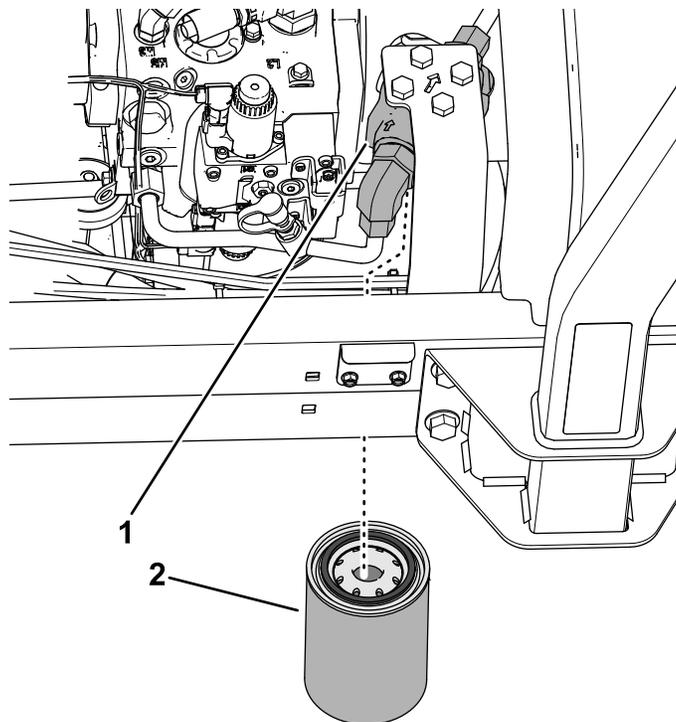

図 117
3. 機体左側で、チャージフィルタの下にオイル受けを置く **図 117**。